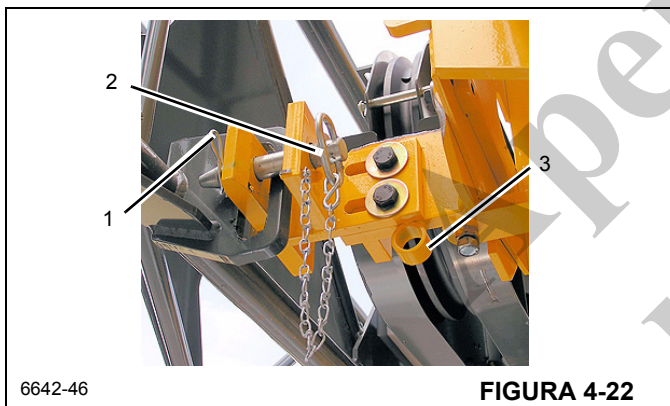

FIGURA 4-22
12. Remova o pino com grampo (1, Figura 4-22) do pino de armazenamento (2) no suporte dianteiro. Solte o pino de armazenamento (2) e armazene-o no suporte (3).